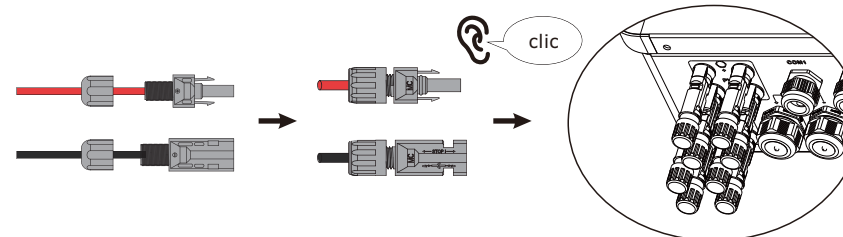

Figura 4.1-4 El conector FV está conectado al inversor
**Paso 4.** Enrosque la tuerca y enchúfela en el lado del inversor. Se oirá un «clic» si los conectores están insertados correctamente en los enchufes FV, como se muestra en la Figura 4.1-4.